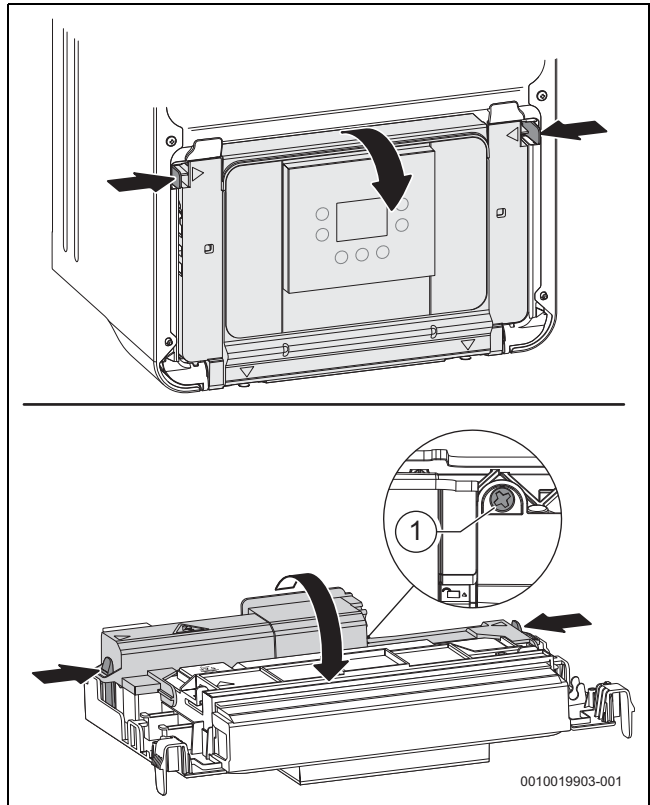

Fig. 25 Abrir a tampa
- ▶ Deslocar a unidade de comando para baixo (→ Fig. 25).